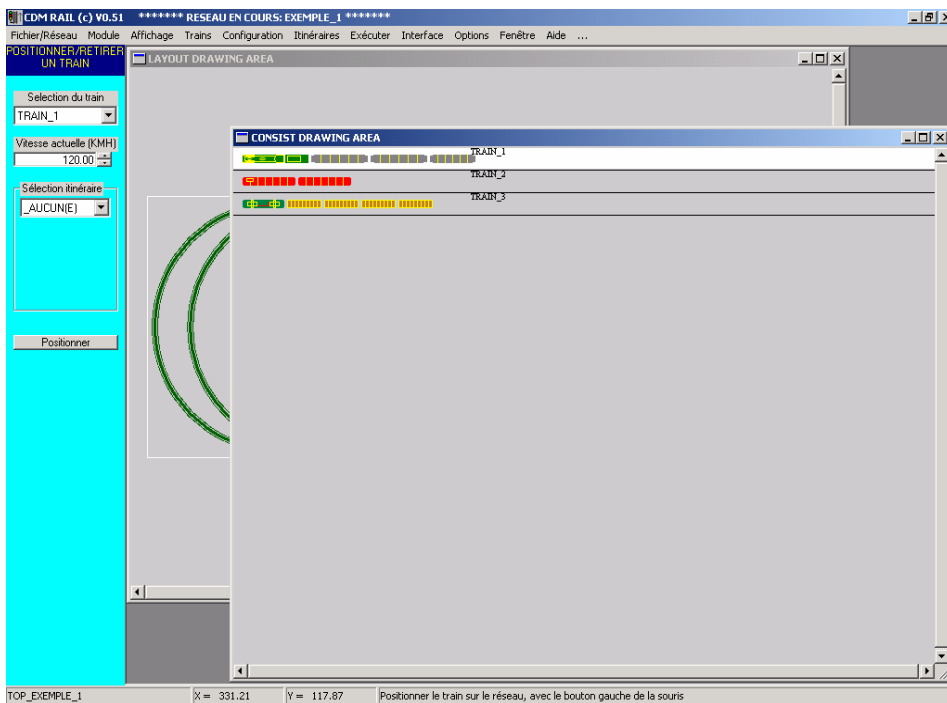

Figure 8-2 Fenêtre des convois ("consists") de trains.
- La seconde (figure 8-2) est la fenêtre des trains, utilisée lors de l'édition des trains (section 6). Cette fenêtre est aussi nommée en anglais: "Consist Drawing Area").